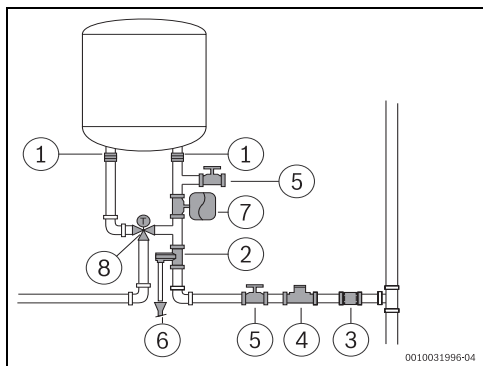

Bild 14
- Bei Verwendung von PEX-Rohren möglichst ein Thermostatventil (Abb. 14, [8]) am Ausgangsrohr des Geräts installieren. Dieses muss auf die Leistungsparameter des verwendeten Materials abgestimmt sein.
- ▶ Zwischen dem Sicherheitsventil und dem Kaltwassereintritt (rechte Seite) des Geräts dürfen keine anderen als die in Abb. 14 dargestellten Zubehörteile installiert werden.
- ▶ Druckminderer installieren (Abb. 14, [4]). Der Druckminderer wird immer dann aktiviert, wenn der Wasserdruck im Gerät 8 bar (± 1 bar) überschreitet. In diesem Fall muss eine Möglichkeit zum Ableiten des Wassers vorgesehen werden.
- ▶ Ausdehnungsgefäß installieren (Abb. 14, [7]), damit das Sicherheitsventil nicht so häufig öffnet. Das Volumen des Ausdehnungsgefäßes muss 5 % des Gerätevolumens betragen.